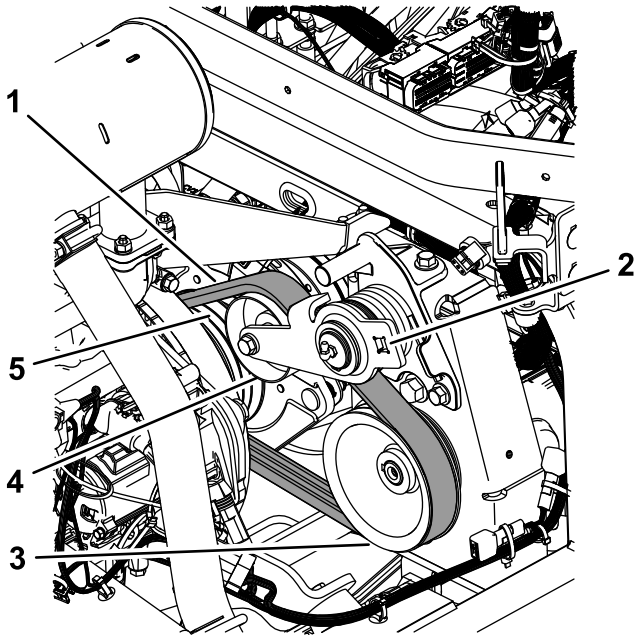

Bild 79
3. Führen Sie den Riemen über die Motorriemenscheibe, die Spannscheibe und der Riemenscheibe der Pumpe (**Bild 79**).